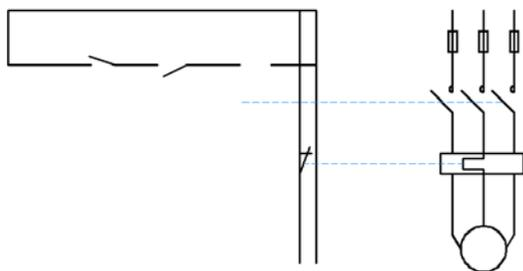

图 17.10.19 绘制图形 (三)
Step5. 绘制图 17.10.19 所示的图形。
(5) 将图层切换至“轮廓线层”, 绘制图 17.10.19 所示的多条直线。